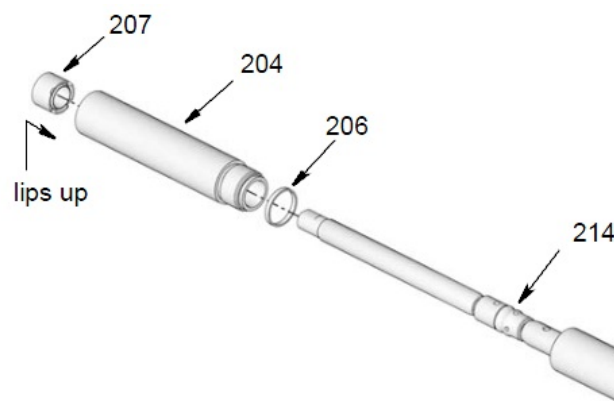

Рис. 34
11. Нанесите тонкий слой смазки на уплотнение (206) и установите на цилиндр (204) насоса (рис. 34).
12. Нанесите тонкий слой смазки на поршневое уплотнение (214).
13. Вверните цилиндр (204) насоса в шайбовый
14. Нанесите тонкий слой смазки на входное уплотнение (207), установите уплотнение таким образом, чтобы кромки были направлены вверх в цилиндр (204) насоса, как показано на рис. 34.